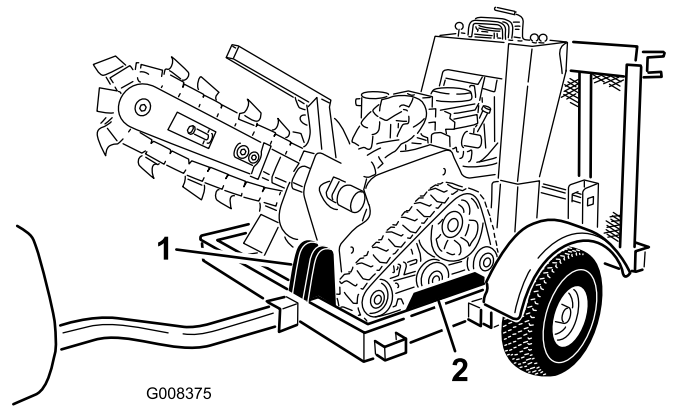

Figure 17
5. Veillez à charger la trancheuse en plaçant les chenilles entre les rails de guidage de la remorque (Figure 17).